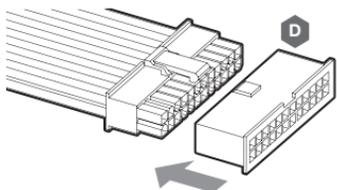

Figure 1
1. Débranchez les câbles électriques venant du bloc d'alimentation de tous les composants de l'ordinateur excepté le connecteur électrique Molex 4-pin du XD3 RGB. Assurez-vous que le bloc d'alimentation est éteint, soit à la prise de courant, soit via l'interrupteur à l'arrière du bloc d'alimentation. Connectez le démarreur de pont cavalier (Jumper) PSU ATX 24-pin fourni à votre câble de bloc d'alimentation 24-pin ATX. Ceci vous permettra d'alimenter votre XD3 RGB sans alimenter le PC (Figure 1).